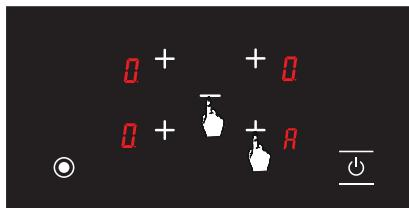

Рис. 11
4. Після настройки автоматичного нагрівання можна встановити бажану потужність конфорки за допомогою кнопки вибору відповідної конфорки та кнопки **-** (Див. рис. 11). На екрані по черзі відображаються значок **R** та вибрана потужність конфорки.